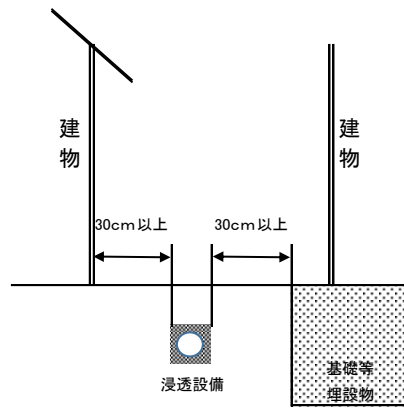

図1
- (1) 浸透機能が効果的に発揮するように、設備の配置に留意すること。
- (2) 建物等の構造や地下埋設物に対し安全上支障がないこと。
- (3) 地下水位より高い位置へ設置すること。
- (4) 設置位置は浸透水により構造物の基礎及び埋設物が悪影響を受けない距離（概ね 30 cm 以上）を確保すること。（図 1）